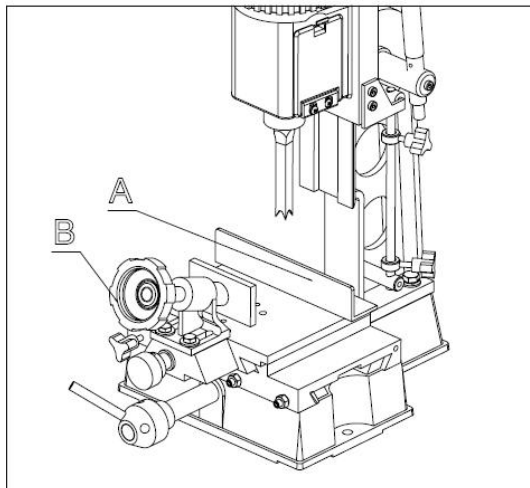

Abb. 5
Der Zaun (A) Abb. 5 kann durch Lösehebel (B), Schiebeansschlag in die gewünschte Position und Spannhebel (B).